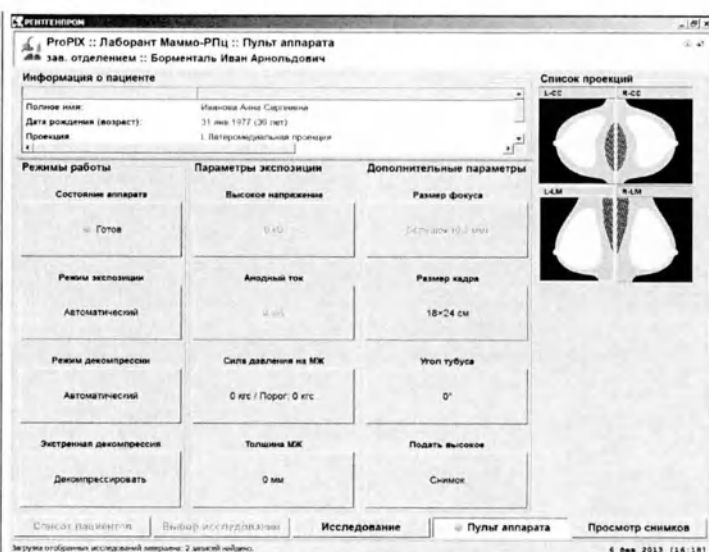

Рисунок 19 – Диалог получения снимка (Пульт аппарата)
Появится диалоговое окно получения снимка (рис.19).
6.2.6. Выбрать левой клавишей мыши проекцию и, при необходимости назначить режимы и параметры экспозиции (рис.19).
МЖ прижимается к поверхности столика пациента (рис.3) с помощью компрессионной пластины (рис.2). Минимальное значение компрессии задается на заводе-изготовителе 50Н (5кг). При необходимости можно изменить предел минимального сжатия кнопкой «Сила давления на МЖ» пульта монитора (рис.19).
В поле «Состояние аппарата» (рис.19) показан сигнал готовности маммографа к съемке. Съемка производится только при наличии сигнала «Готов» или индикатора «Готовность» на ПУ (рис.5). Кнопка «Подать высокое» («Снимок») становится активной.